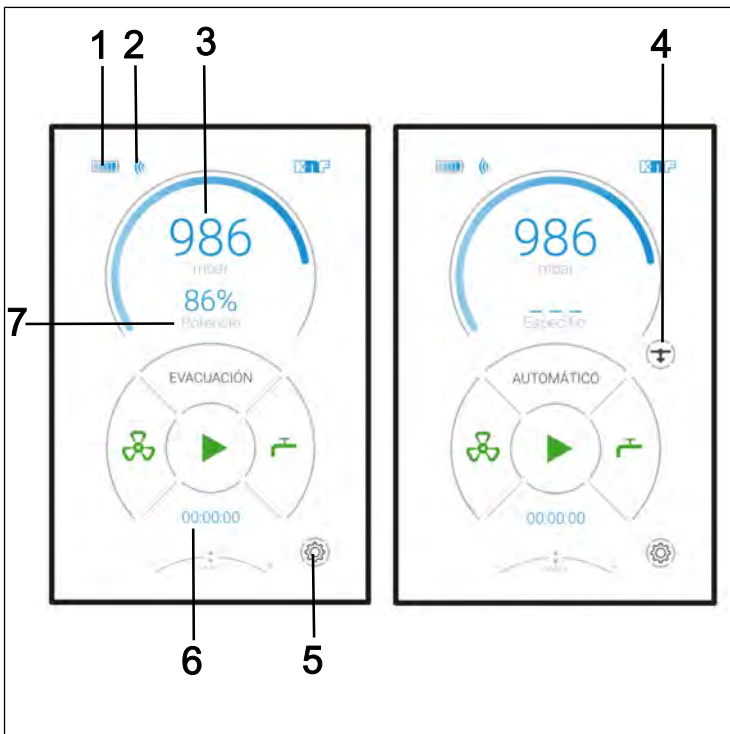
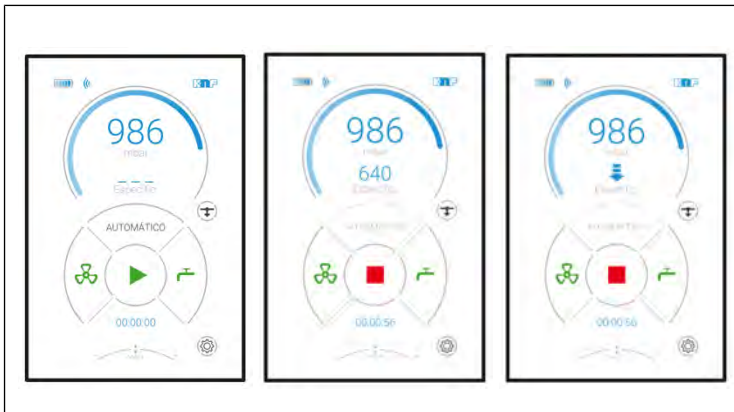

Fig.14: Indicadores de la pantalla táctil
Fig.20: Proceso de funcionamiento automático
→ Indicadores de las variables de proceso más importantes (Fig. 14);
Para seleccionar el idioma del menú, ir a los ajustes (Fig. 14/5).
- Para finalizar el "Control de presión temporal" es necesario finalizar el proceso pulsando sobre el símbolo (Fig. 14/4).
Si se detecta un punto de ebullición en el modo de funcionamiento *Automático*, el proceso permanece en el punto de ebullición detectado (presión real) y cambia a un modo de control de presión temporal. Si la reducción de presión (Fig. 14/4) está inactiva, el control se mantiene permanentemente en el punto de ebullición detectado. Si la reducción de presión (Fig. 14/4) está activa, después de aprox. 30 segundos se intenta alcanzar el siguiente punto de ebullición. Este proceso siempre se repite cuando la reducción de presión está activa (ver Fig. 20).
Si se vuelve a activar la reducción de presión automática (Fig. 14/4), la flecha vuelve a aparecer en la pantalla después de aprox. 25 segundos.